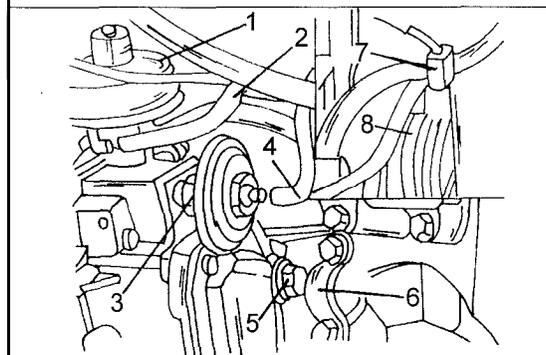
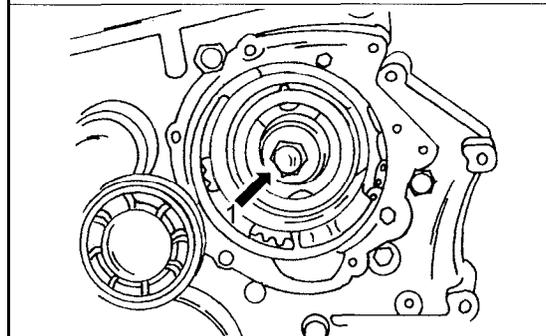
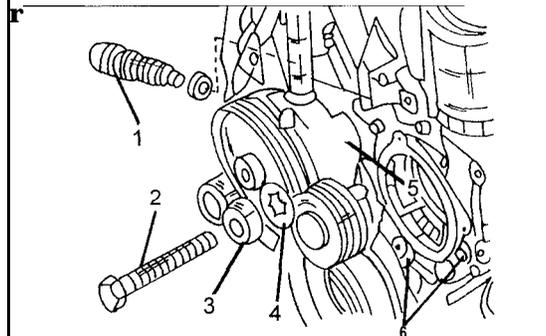

Bild 215
Bild 216
Bild 217
- Beim Motor mit der Bezeichnung 601.970 die Unterdruckleitung von der Unterdruckdose abziehen. Die in dieser Gegend sitzenden Teile sitzen an der in Bild 215 gezeigten Stelle.
- Falls vorhanden, die Unterdruckleitung (2) von der Unterdruckdose (3) abschliessen.
- Den Stecker (7) vom Regelmagnet (8) abziehen (nicht bei allen Motoren).
- Die Schraube (5) aus dem Tragbügel (6) herausdrehen. Unter der Schraube (5) sitzt eine Scheibe, die man nicht verlieren darf.
- Die Schraube (1) in der Mitte des Spritzverstellers entfernen (Bild 216). Die Kurbelwelle muss dabei in geeigneter Weise gegen Mitdrehen gesichert werden. Die Schraube hat Linksgewinde, muss also gelöst werden wie man eine normale Schraube anziehen würde, d.h. nach rechts herum. Unter der Schraube wird man eine Unterlegscheibe und eine Federscheibe finden. Die in dieser Gegend durchzuführenden Arbeiten sind in Bild 217 gezeigt.
- Den Kettenspanner (1) in Bild 217 ausbauen (siehe Kapitel 3, Motor).
- Die Befestigungsschrauben (6) der Pumpe lösen und die Vierkantmutter an der Rückseite entfernen. Die obere Schraube kann man nicht herausziehen. Sie lässt sich nur nach Anheben des Motors entfernen.